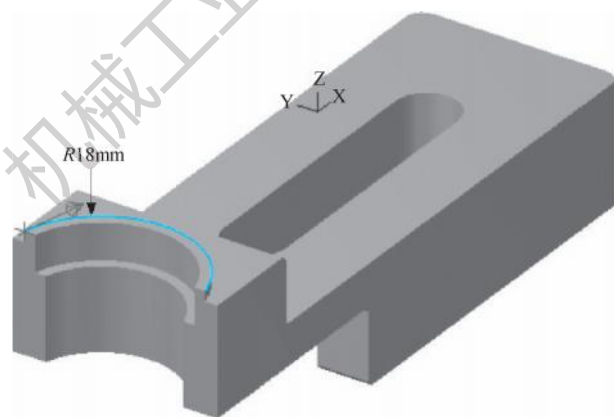

图 5-61 选择加工边界
1) 选择【刀路】/【外形】命令, 系统弹出【线框串连】对话框, 以【实体】/【局部串连】的形式, 选择如图 5-61 所示 R18mm 圆弧台阶边界, 从圆弧的上端开始选取, 注意箭头的方向, 此时刀补方向为左补偿, 单击【确定】按钮 。